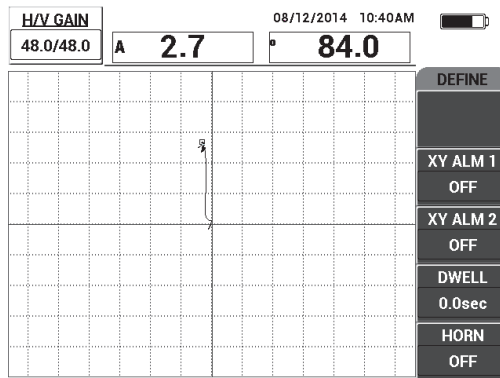

Figura 6-31 Ajustar a posição do ponto
4. Suspenda a sonda para observar o movimento dos pontos; se o ponto desaparece da tela, pressione a tecla **GAIN (dB)** e, em seguida, use o botão para ajustar a posição do ponto para que ele permaneça na tela (veja Figura 6-31 na página 152).